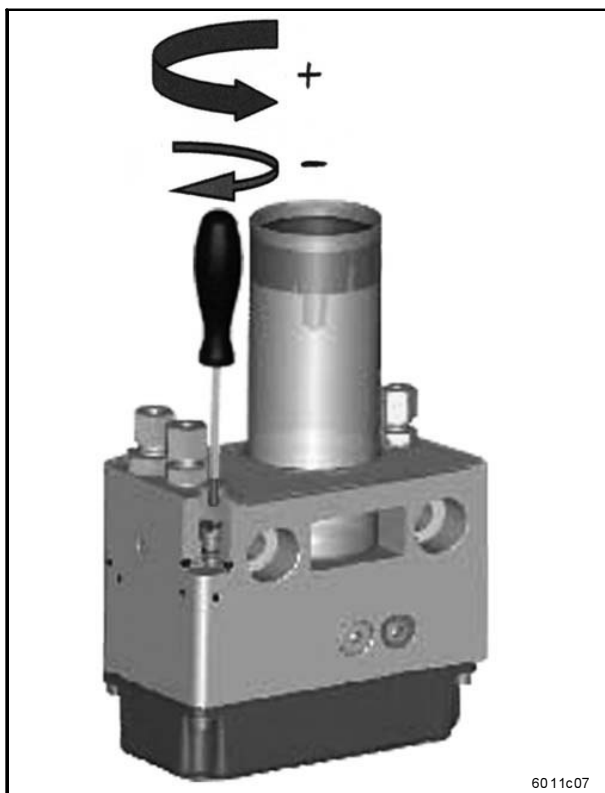

Abb. 3 Drosseleinstellung
- fördert kontinuierlich Schmierstoff zur Schmierstelle, während das Hydraulikgerät arbeitet. Bei Stillstand des Hydraulikgerätes bleibt die Pumpe stehen. Die Fördermenge ist über die Einstelldrossel verstellbar (siehe Abb. 3).